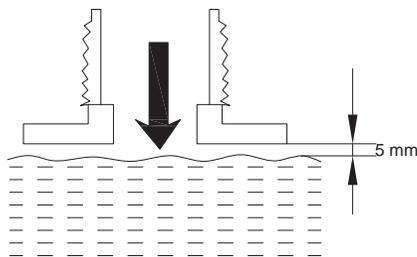

Fig. 7
- Ajouter le carburant approprié dans le réservoir. Laisser au minimum un espace de 5 mm entre le niveau du carburant et le bord intérieur du réservoir pour permettre la dilatation du carburant (Fig. 7).